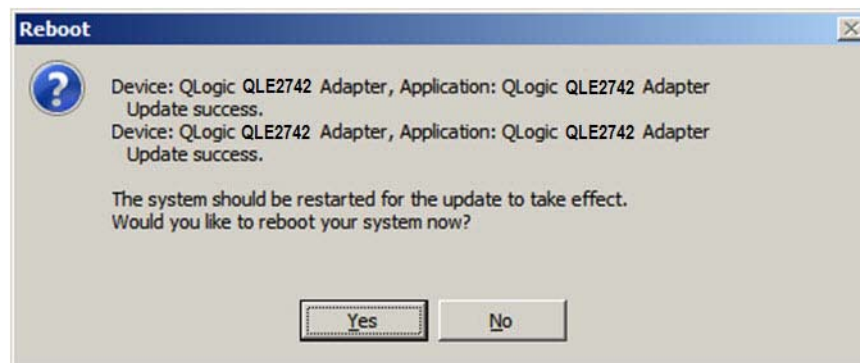

Figure 3-4. Résultats de l'installation
3. Une fois le chargement terminé, le programme d'installation affiche le résultat de l'installation (Figure 3-4). Cliquez sur **Oui** pour redémarrer.